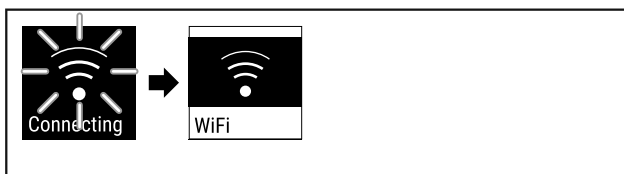

Fig. 75
- ▶ Forbindelsen opprettes (se Fig. 75).